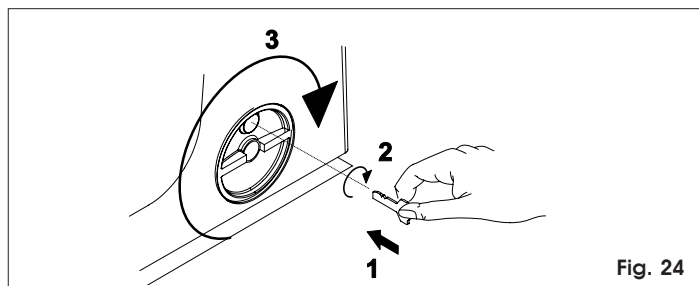

Fig. 24
- 1) Inserire l'apposita chiave in dotazione nella serratura e ruotarla in senso orario come indicato in Fig.24.
- 2) Ruotare il sistema di sblocco in senso orario di circa 180°, come indicato in Fig.24.